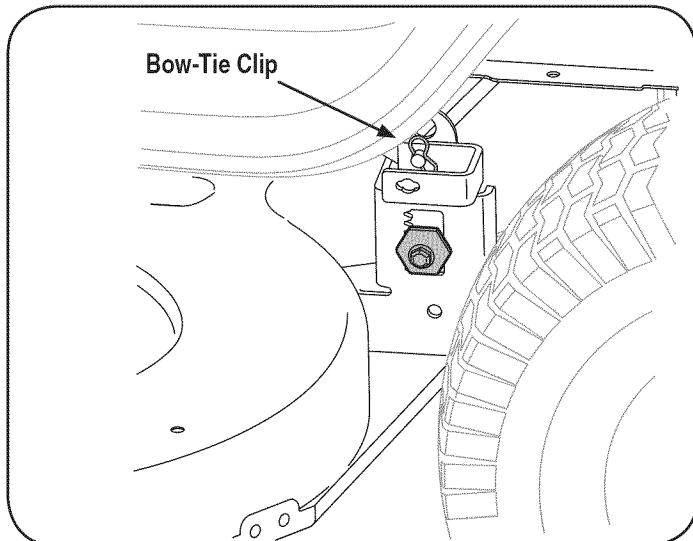

Figura 19
5. En cuanto a la plataforma de corte desde el lado izquierdo del tractor, busque el arco alfiler de corbata que asegura la vara de apoyo de cubierta en la parte trasera izquierda de la cubierta. Véase la figura. 19. Retire el arco alfiler de corbata que asegura la vara de apoyo de cubierta, y retirar con cuidado el apoyo de la cubierta de los brazos de elevación de la cubierta.